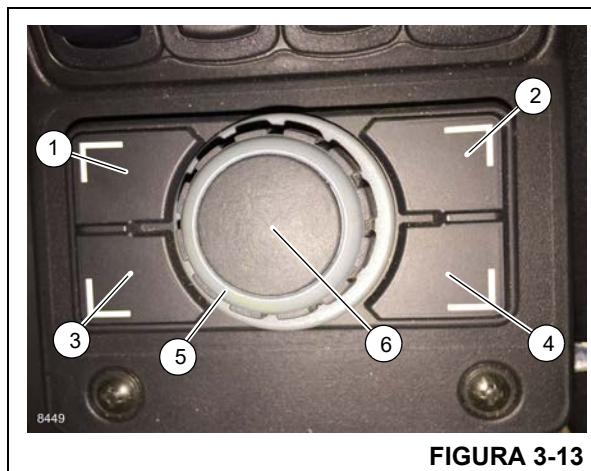

FIGURA 3-13
El cuadrante selector acciona el CCS de la misma forma que los botones en la consola de pantalla, permitiendo un fácil acceso para el operador. El giro del cuadrante selector realiza la misma función que los botones de flecha de navegación en la consola de pantalla. El ícono en la esquina inferior izquierda de la vista de pantalla le indica al operador la pantalla que el cuadrante selector está controlando en ese momento. El botón de cambio de pantalla (4) (Figura 3-13) se utiliza para pasar de una pantalla a otra. El botón de tabulación también se puede utilizar para silenciar temporalmente las alarmas auditivas. La funcionalidad de los otros botones es diferente, dependiendo de la zona, la pantalla y el menú.
La vista principal (más abajo) aparece en la pantalla de funcionamiento (vista inferior) cuando se conecta la llave. La vista principal muestra el estado de los sistemas de la grúa. Los iconos de color ámbar están habilitados. También muestra información a partir de los códigos en otras vistas. El operador puede seleccionar y activar zonas desde esta vista. El botón de escape (1) (Figura 3-13) permite regresar a la vista principal.
Cuando se oprime el botón de menú en el cuadrante selector (3) (Figura 3-13) o en el tablero de control del CCS, se muestra la información general de los grupos de menú.
Para seleccionar opciones durante el aparejo. Ésta es la única función donde el botón de menú (3) (Figura 3-13) no navega automáticamente a la vista principal. Debe seleccionarse con el icono de menú, en la parte inferior izquierda de esta pantalla
Oprima el botón de escape (1) (Figura 3-13) para salir del menú y regresar a la vista principal del CCS. El operador ahora puede navegar a la pantalla del RCL.
Pulse el botón aceptar/introducir en la pantalla o en el cuadrante selector (6) (Figura 3-13) para salir de la vista de estabilizadores.